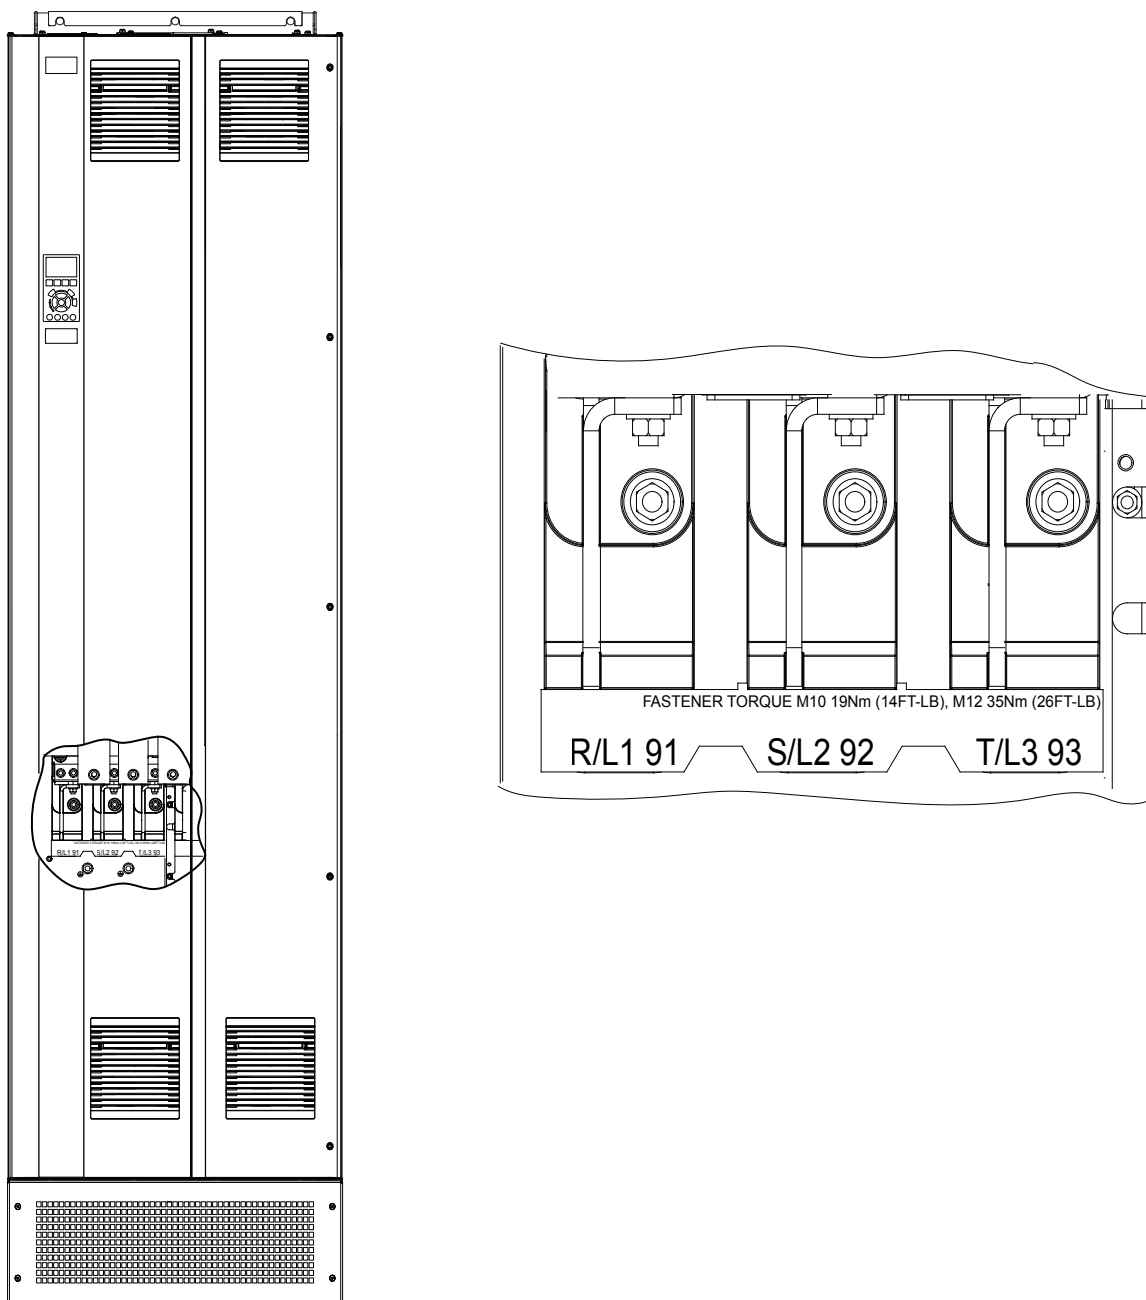

Bild 5.4 Plintar för växelströmsnät (E1h visas). En detaljerad vy över plintarna finns i *kapitel 5.7 Plintmått*
4. Anslut växelströmsledningarna (trefas) till plint R, S och T (se *Bild 5.4*).